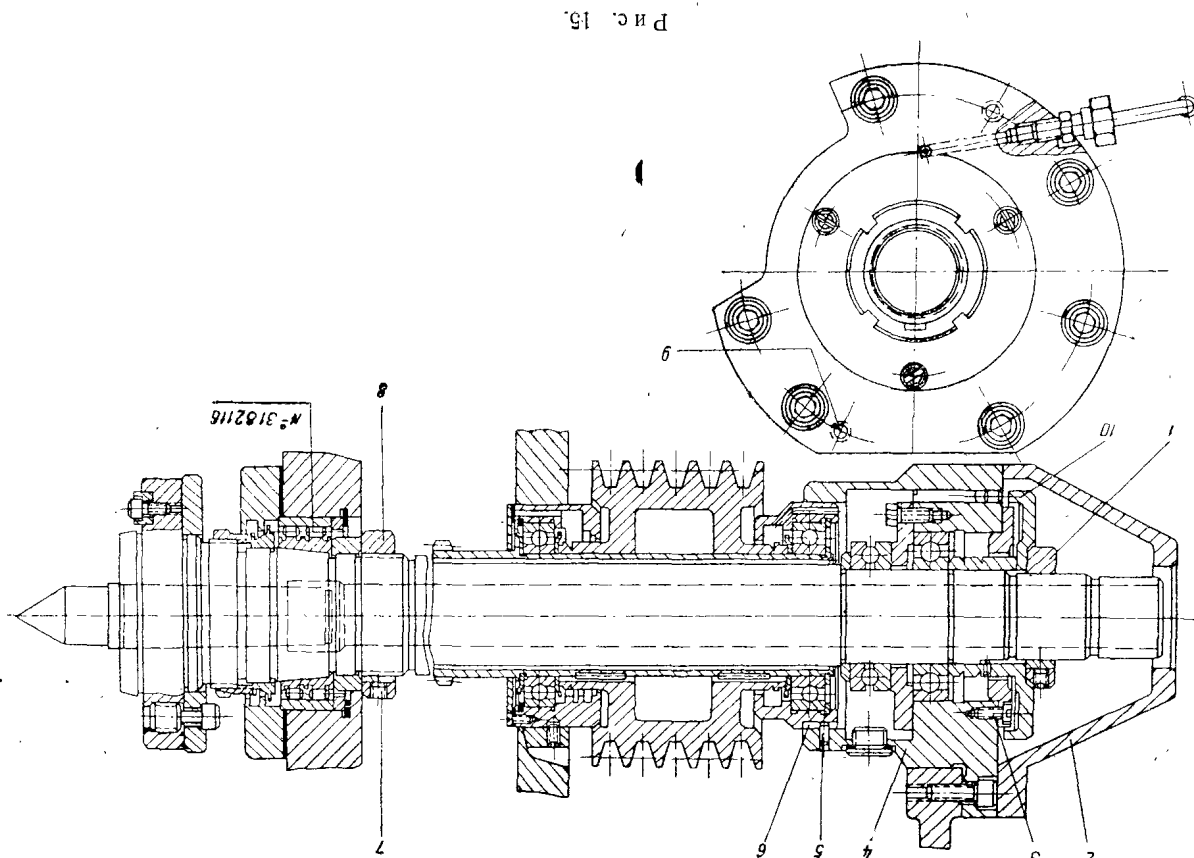

Рис. 15.
1. Радиальный зазор в переднем подшипнике шпинделя регулируется подтягиванием внутреннего кольца роликового двухрядного цилиндрического подшипника № 3182116 на конусной шейке шпинделя гайкой 8. При этом необходимо ослабить стопор 7 (рис. 15).
2. Регулирование осевого зазора шпинделя производится гайкой 1. Для этого необходимо, предварительно сняв защитный колпак 2 (см. рис. 15), пиннолю задней бабки нажать на передний центр и довести гайку 1 до касания с втулкой. Затягивать гайку 1 не рекомендуется.
5. Замену ремней на шпинделе производят следующим образом: снимают защитный колпак 2 (см. рис. 15), гайку 1 и фланец 10, вывертывают винты 3 и отсоединяют маслоподводящие трубки. В имеющиеся два диаметрально-противоположные резьбовые отверстия 9 ввертывают винты M12 и при помощи их выпрессовывают буксу 4 из отверстия передней бабки.